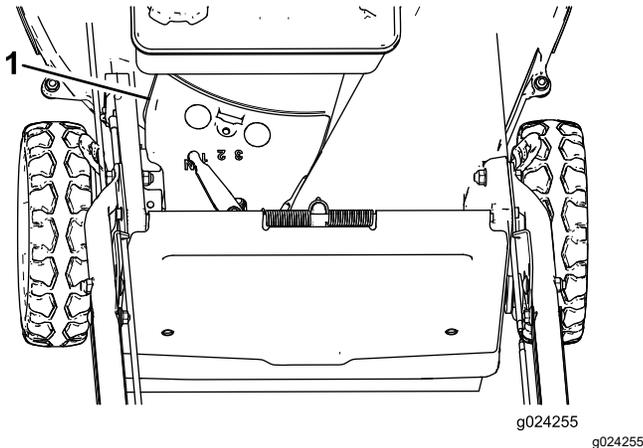

Figura 36
3. Retire la cubierta de la correa (Figura 36).